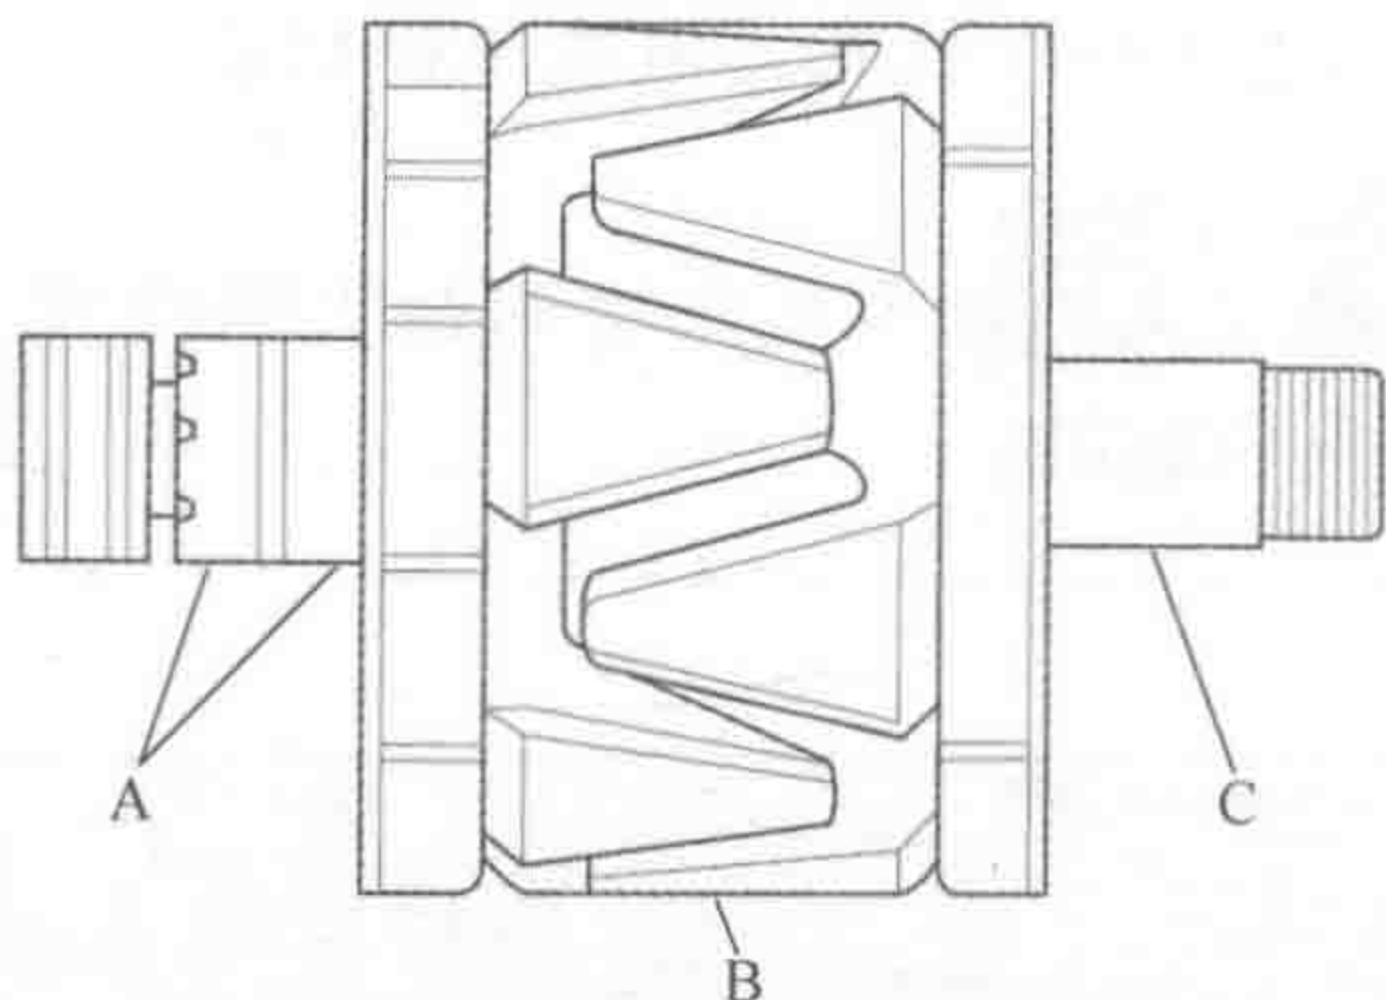

图 1-11 发电机转子的检查
1) 如图 1-11 所示, 测量集电环 (A) 之间的电阻。